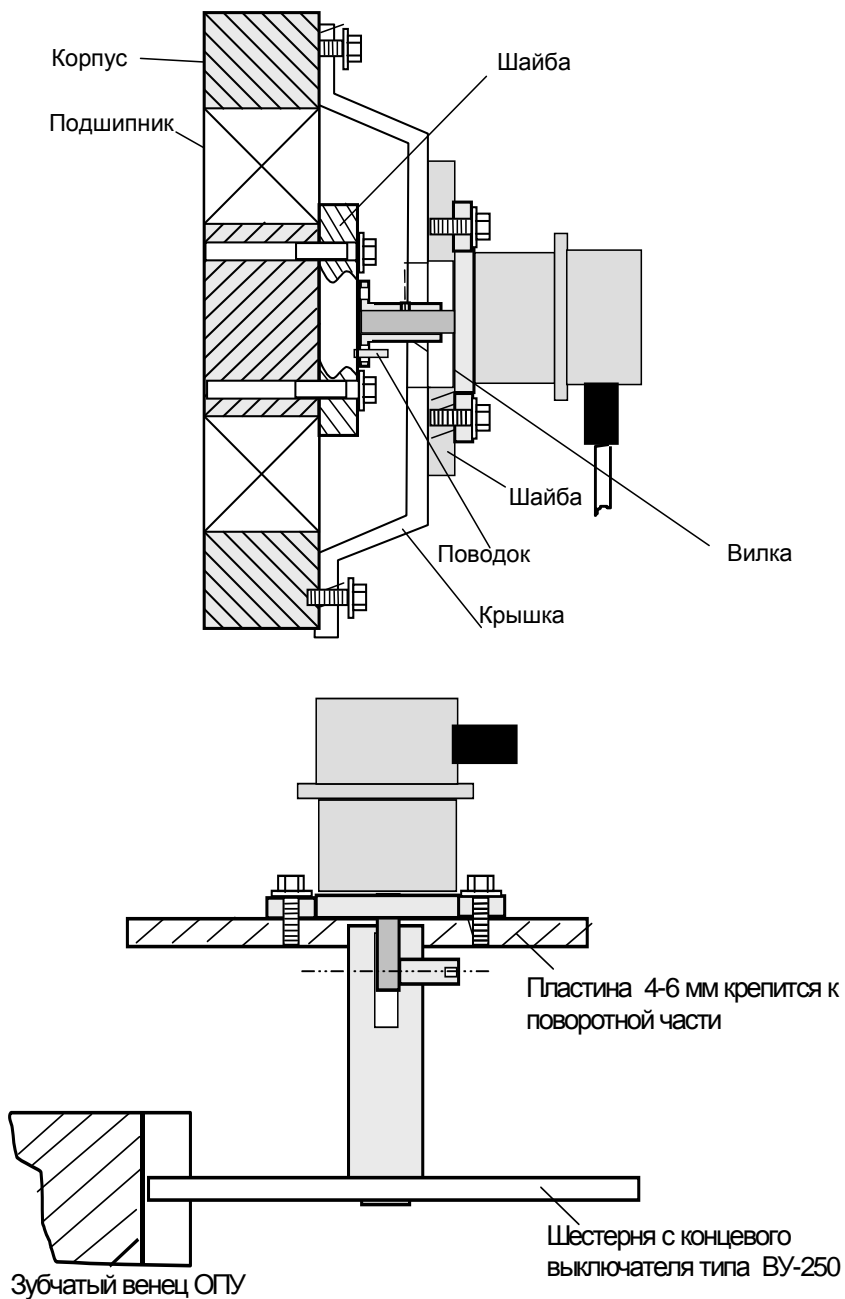

Рисунок 19 – Пример установки датчиков высоты, пути, поворота
- с опорно-поворотным устройством крана для датчика азимута (см. рисунок 19).
- с осью барабана грузовой лебедки для датчика высоты (см. рисунок 19 или 22);
- с осью ведомого ходового колеса для датчика пути (см. рисунок 19 или 22).